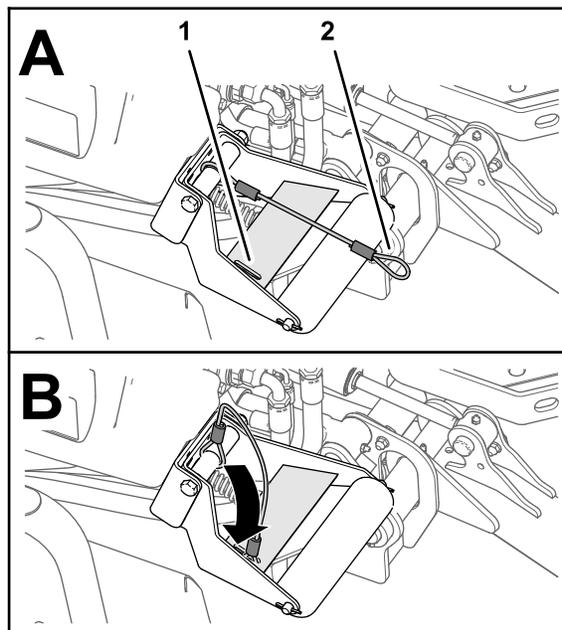

Рисунок 66
4. При опущенных режущих блоках вставьте петлю стропа в паз усиливающей пластины опоры валика (Рисунок 66).